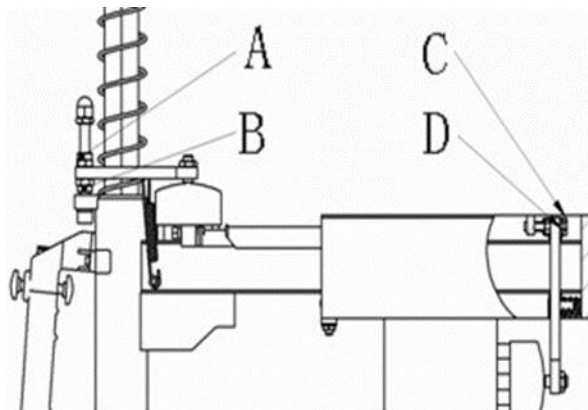

Рис. 16.3
16.2.1 Для регулировки вертикального зазора отрегулируйте фиксирующую пластину шестигранного вала: отключите подачу воздуха, снимите защитную крышку шестигранного вала. Если зазор слишком велик, отрегулируйте гайки вниз на передней части шестигранной стопорной пластины; если зазор слишком мал, отрегулируйте гайки вверх (рис. 16.3 A, B).
16.2.2 Для регулировки горизонтального зазора отключите подачу воздуха, снимите защитную крышку с верхнего конца двухтактного рычага. Отверните гаечным ключом стопорные колпачки на обоих концах винтов М6, отрегулируйте положение винтов М6 на обоих концах (рис. 16.3 С) и вручную нажимайте на вал до тех пор, пока он не начнет плавно вращаться, затем затяните гайки. Отрегулируйте средний винт с помощью гаечного ключа (рис. 16.3 В) и зафиксируйте двухтактный рычаг.